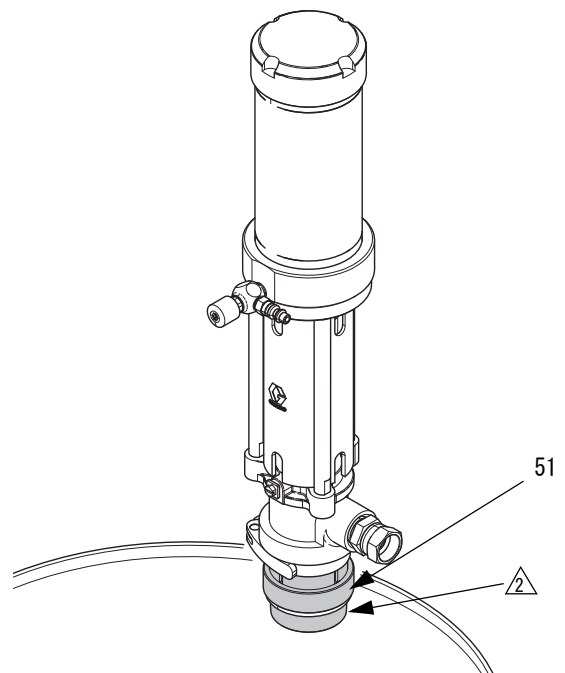

図 7
4. 注ぎ口アダプタの内径および取り付け具のネジを円滑にしてください。ガスケットが所定の場所にあることを確実にし、注ぎ口アダプタ (51) をドラムの注ぎ口の穴に固くネジで固定します。ポンプをアダプタから挿入し、所定の場所にロックします。図 7 を参照のこと。